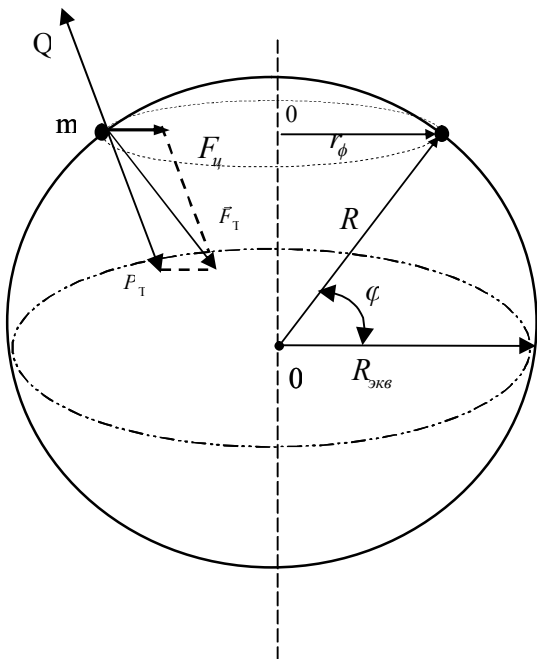

Рис.1.
по окружности, плоскость которой перпендикулярна к оси вращения Земли (рис. 1).
центростремительная сила  $\vec{F}_c$  обуславливает участие тела в суточном вращении Земли (рис.1). Она направлена к центру окружности  $O_1$  радиуса  $r_\varphi$  по которой движется тело, находясь на некоторой географической широте
Как видно из рис.1, во всех точках земной поверхности, за исключением полюсов, сила тяжести меньше силы тяготения  $F_T$ . Кроме того, везде, кроме полюсов и экватора, вектор  $\vec{P}_T$  направлен не к центру Земли, а несколько в сторону, т.е. не перпендикулярен к поверхности Земли. Для силы тяжести на полюсах (здесь она равно силе тяготения) и на экваторе можно записать:
где  $R_{пол} = 6357$  км и  $R_{экв} = 6378$  км – соответственно полярный и экваториальный радиусы Земли. Небольшое различие величин  $R_{пол}$  и  $R_{экв}$  связано с тем, что как сказано выше, форма Земли не строго сферическая, а близка к эллипсоиду вращения. Сила тяжести численно равна силе реакции земной поверхности (Q) (рис.1).